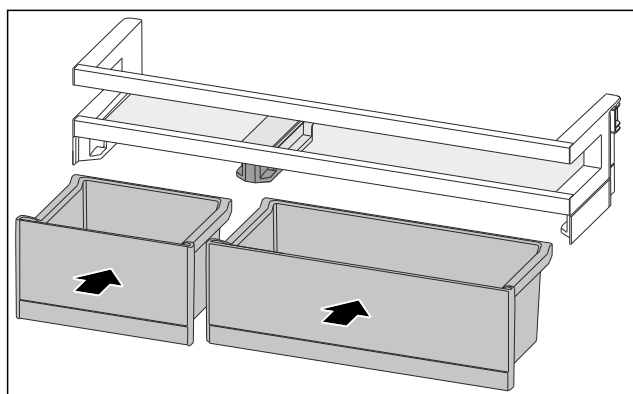

Fig. 128
- ▶ Włożyć VarioBox w innym rozmieszczeniu. (patrz Fig. 128)